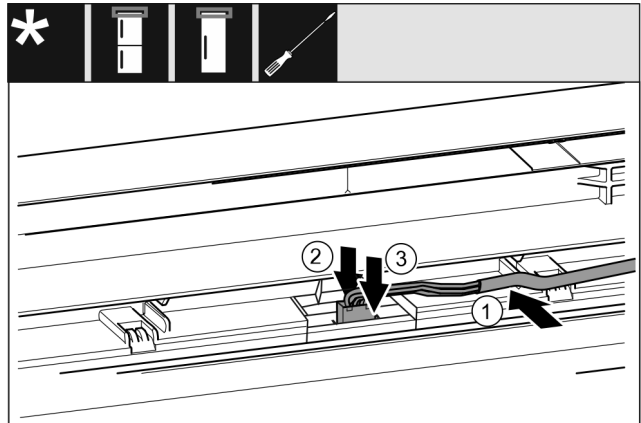

Fig. 63 Kombinált hűtő-fagyasztókészülékek / fagyasztókészülékek / hűtőkészülékek*
- ▶ Helyezze be a kábelt Fig. 63 [1] felső ajtóban lévő vezetősínbe.*
- ▶ Nyomja hátrafelé a reteszelő bütyköt Fig. 63 [2].*
- ▶ Pattintsa be a dugót Fig. 63 [3].*